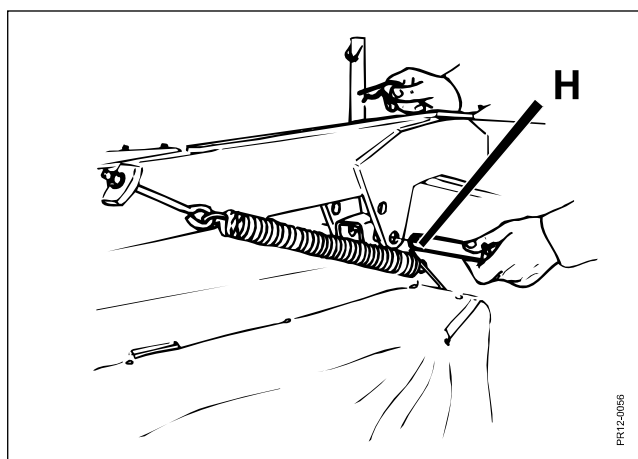

Fig. 3-3
- Fig. 3-3 Pendelupphängningen skall låsas med pinnen **H**, för att undvika trafikskador, men också för att förhindra att kraftöverföringsaxeln bottnar under transport. Underlåter man att göra detta, kan stötar från pendelupphängningen skada kraftöverföringsaxelns kors och eventuellt detaljer i transmissionerna.